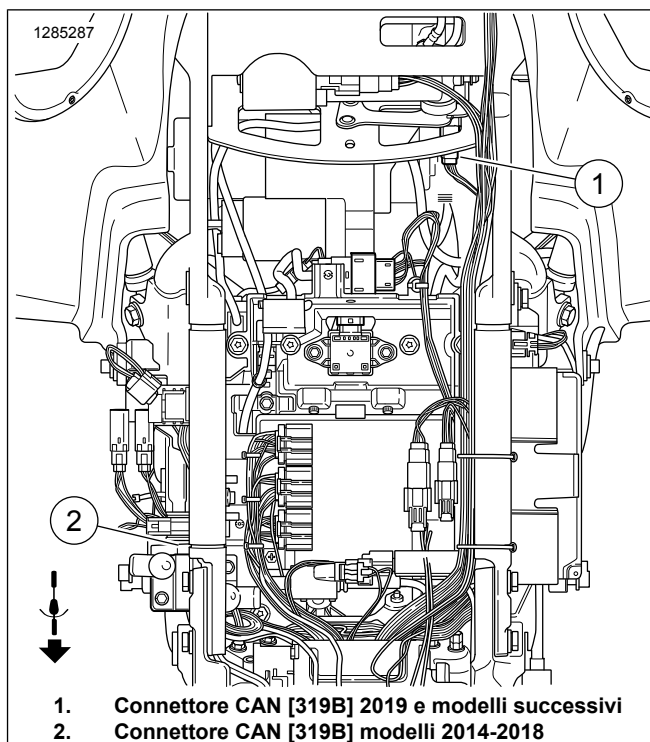

Figura 3. Connettore CAN [319B]
- c. Vedere Figura 3 Individuare il connettore CAN Delphi a due vie [319B] (1) sotto il coperchio di destra.
- d. Il coperchio è un gruppo di resistori di terminazione fissato al pannello elettrico. Rimuovere il connettore [319B] (1) dal gruppo dei resistori.
- f. Se si tratta dell'unica connessione (posteriore) dell'amplificatore presente in questa installazione, ricollegare il lato [319B] (1) del cablaggio C del gruppo dei resistori di terminazione del passaggio "B" descritto più in alto. Se vengono utilizzati diversi amplificatori posteriori, collegare a catena il [319B] da questo cablaggio al [319A] del cablaggio dell'amplificatore successivo. Verificare sempre che il connettore [319B] restante sia collegato al resistore di terminazione del veicolo.
- b. Separare le tre fascette fermacavi che fissano il connettore [319B] (1) del cablaggio.
- c. Vedere Figura 3 Far passare i connettori [319B] (1) e [319A] lungo e quindi sotto il telaio, sul lato sinistro del connettore del veicolo CAN.
- f. Vedere Figura 3 Individuare il connettore CAN Delphi a due vie [319B] (1) sotto il coperchio di destra.
- g. Il coperchio è un gruppo di resistori di terminazione fissato al pannello elettrico. Rimuovere il connettore [319B] (1) dal gruppo dei resistori.